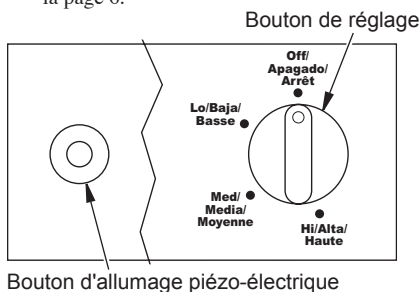

Figure 5 - Bouton de réglage et allumeur piézo-électrique
- Enfoncez légèrement et tournez le bouton de réglage dans le sens inverse des aiguilles d'une montre vers la position LO (voir figure 5).
- Lorsque le brûleur reste allumé, réglez l'appareil de chauffage au niveau de chaleur désiré en enfonçant légèrement le bouton de réglage puis en le tournant dans le sens inverse des aiguilles d'une montre vers les positions MED ou HI (voir figure 5).